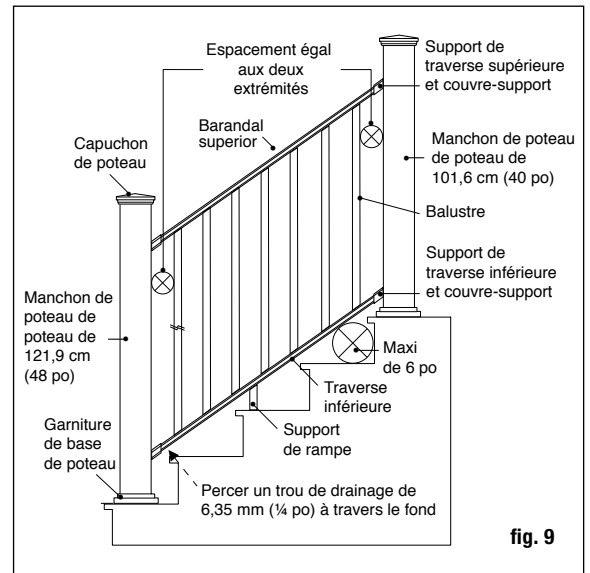
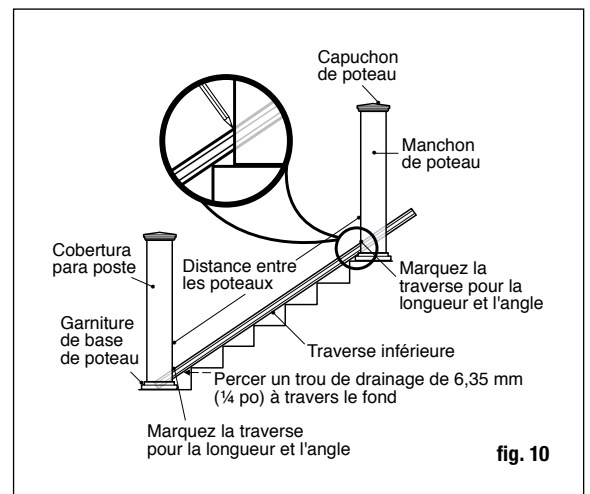

fig. 9
fig. 10
Étape 6 Mesurez la distance entre les manchons de poteaux installés pour déterminer la longueur des traverses du haut et du bas. Placez la traverse inférieure sur les giron, près des poteaux et ajustez afin que la distance entre le premier trou de balustre et le poteau soit plus élevée qu'au moins 7 cm (2-3/4 po), puis égale aux deux extrémités (fig. 9). Marquez la traverse à la bonne longueur et angle. Coupez la traverse du bas. Coupez la traverse du haut à la même longueur et le même angle (fig. 10). **Percer un trou de drainage de 6,35 mm (1/4 po) à travers le fond de la traverse pour éviter que l'eau ne soit coincée. Placer le trou vers l'extrémité inférieure de la traverse, à environ 38,1 mm (1,5 po) de l'extrémité de la traverse pour éviter le support inférieur.**
Étape 7 Placez les bons couvre-supports et support de traverse aux extrémités de la traverse supérieure. Portez une attention particulière aux supports utilisés, sachant qu'ils ont des angles différents entre les traverses du haut et du bas. Marquez la position sur le support de traverse et joignez à la rampe inférieure. Placez la traverse inférieure entre les poteaux des giron de l'escalier (fig. 10). Vous pourriez devoir placer des cales entre deux nez de marche afin de surélever la traverse du bas. Vérifiez les exigences dans votre région. Généralement, une sphère de 15 cm (6 po) ne peut pas passer par le triangle formé par la traverse du bas, le giron et la contremarche (fig. 9). Centrez le support d'escalier sur le poteau. En utilisant le support d'escalier comme guide, marquez la position des vis sur le manchon de poteau et sur les deux extrémités de la traverse. Percez des trous de guidage de 0,3 cm (1/8 po) dans le manchon de poteau et la traverse. Fixez le support d'escalier au manchon de poteau grâce à quatre vis à tête plane n° 8-15 x 5 cm (2 po) - n° 2, puis fixez le support d'escalier à la traverse en utilisant deux vis à minces à têtes carrées autotaraudeuses n° 8-16 x 1,9 cm (3/4 po)- n° 1.